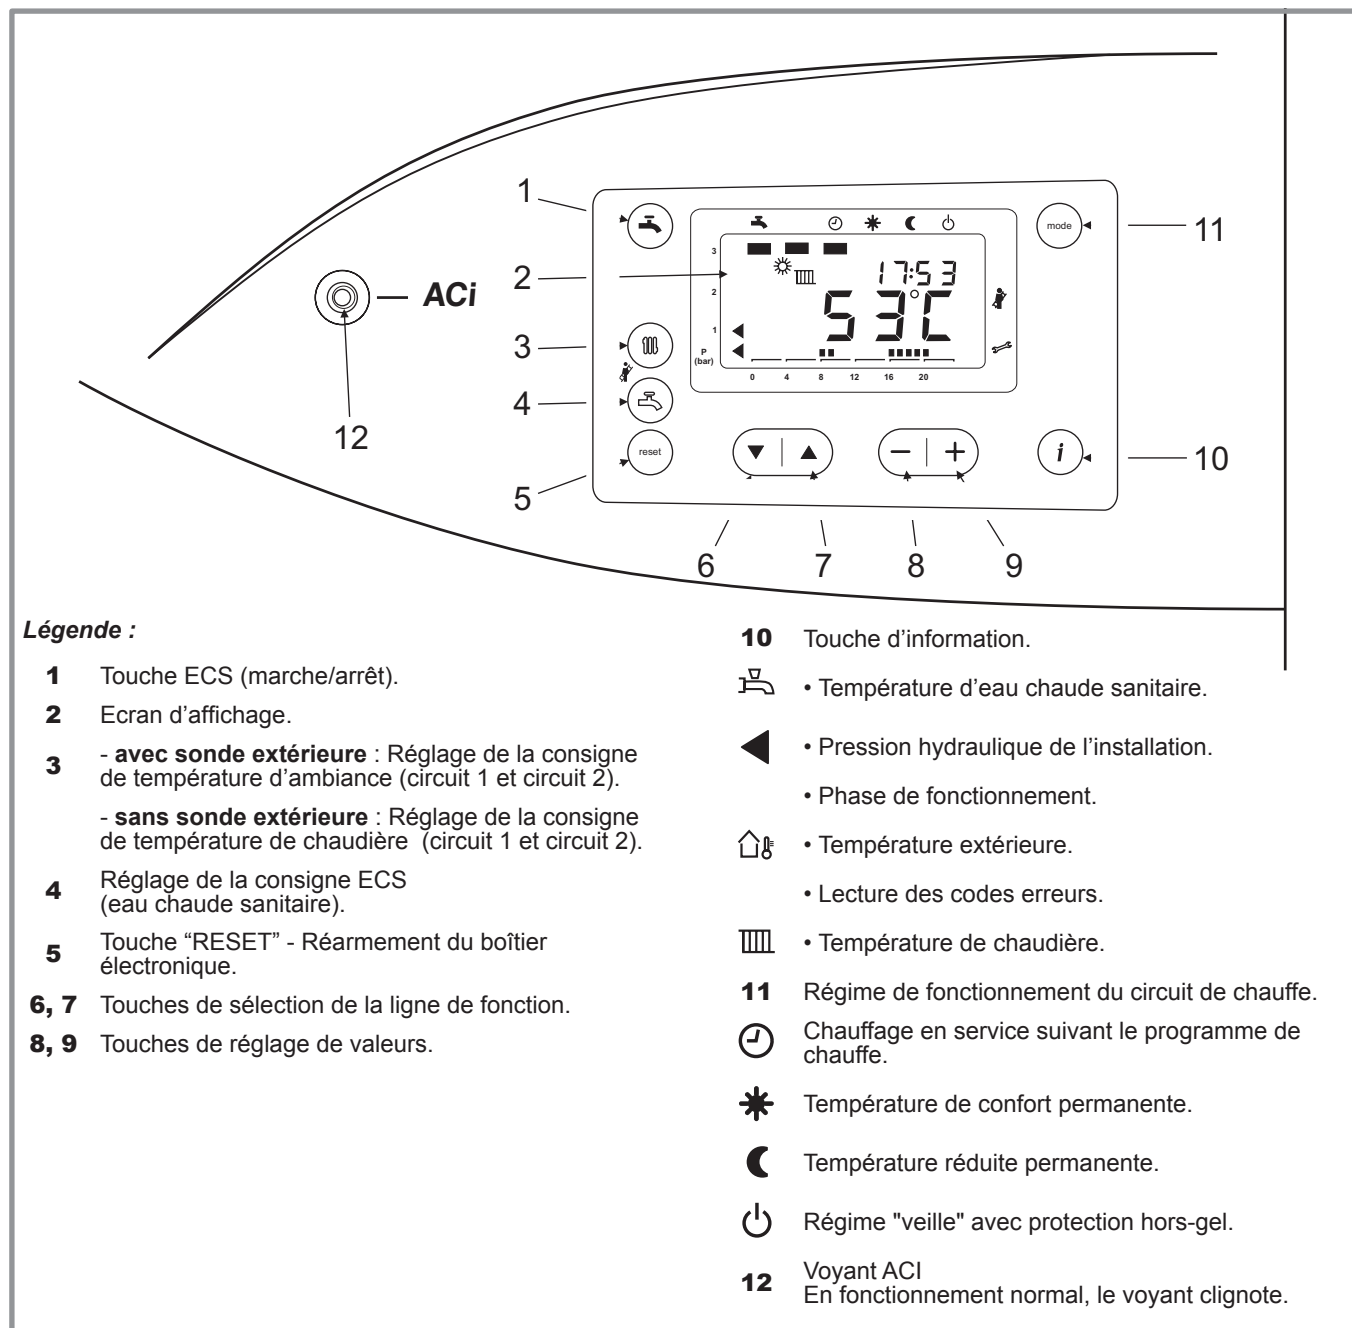

Figure 45 - Tableau de contrôle
- Appuyer sur la touche ▼ ou ▲ (rep. 6 et 7, Figure 45).
Appuyer sur la touche ▼ ou ▲ (rep. 6 et 7, Figure 45).
Régler les valeurs réglables avec (-) ou (+) (rep. 8 et 9, Figure 45).